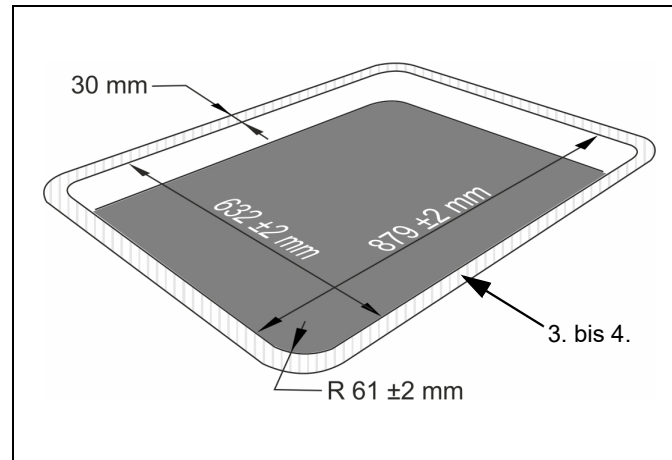

Abb. 1 Dachausschnitt Abmessungen
1. Dachausschnitt entsprechend Abb. 1 herstellen.
2. Klebefläche (in Abb. 1 schraffiert) im gesamten Umfang leicht mit Sandpapier Körnung 600 oder gleichwertig anschleifen.